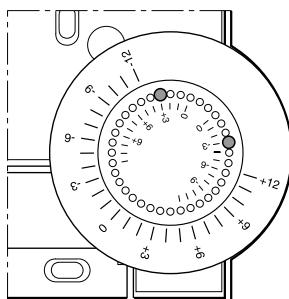

Figura 6: Limitación del rango de ajuste
- ▶ Desplace los dos pequeños pasadores en los agujeros del mando, para limitar el rango de ajuste (véase Figura 6). Tome el interior de la escala como punto de orientación: En la Figura 6, los pasadores están colocados de manera que la ruedecilla permita ajustarse  $\pm 3^{\circ}\text{C}$  en torno al punto cero.